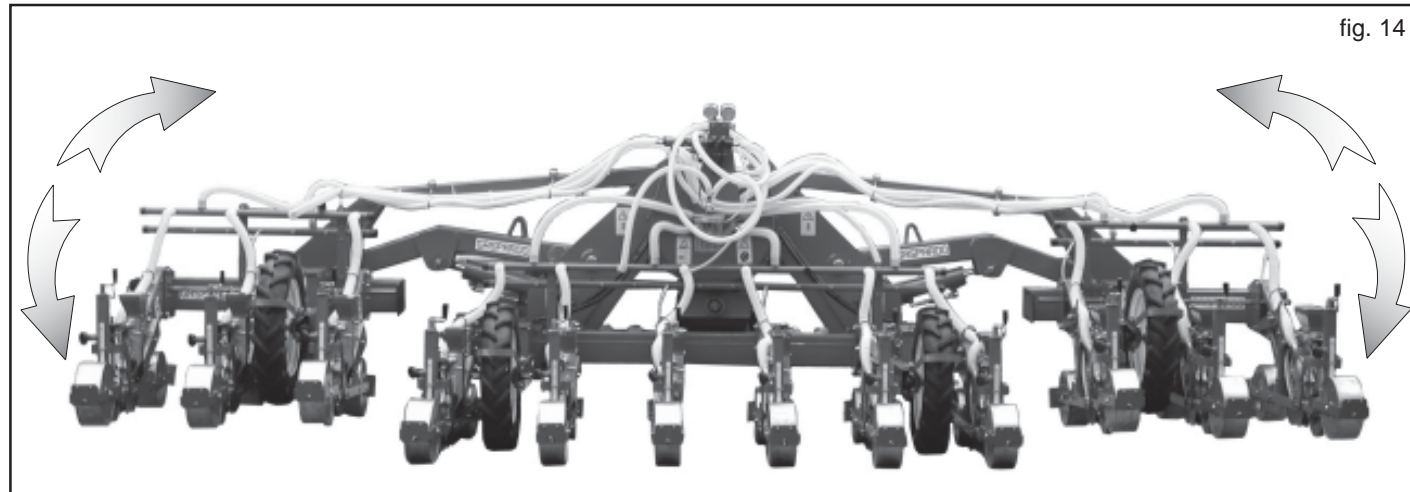
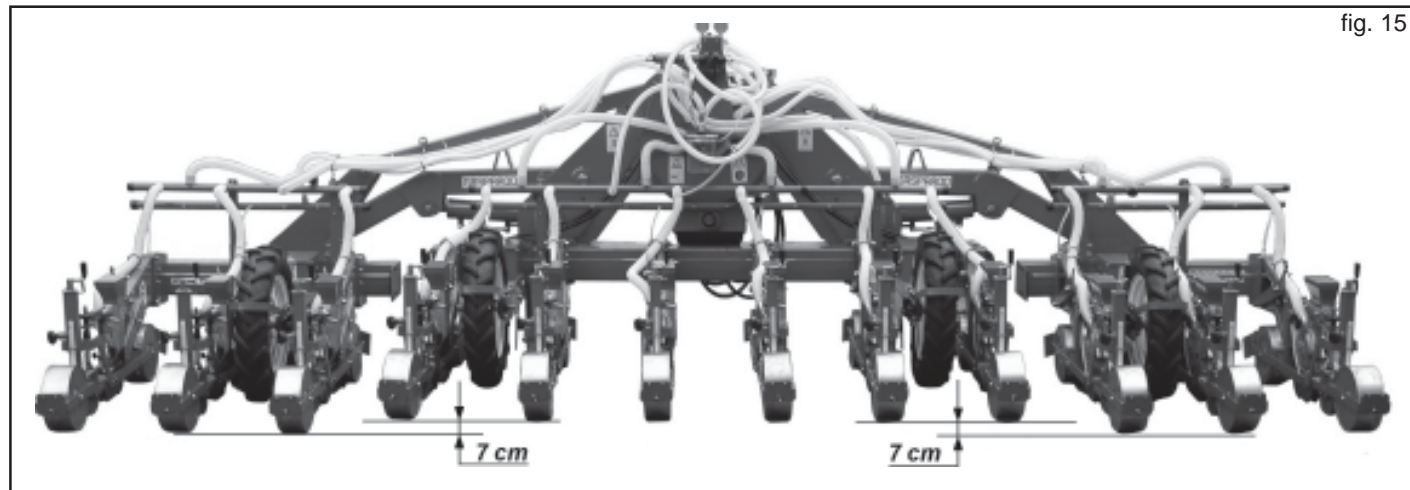

fig. 14
fig. 15
El bastidor de la máquina permite plegar, por medio de un sistema hidráulico, los extremos laterales (Fig. 14) en los que están situados los elementos de siembra, reduciendo el espacio ocupado en la carretera. Los componentes de la sembradora que se pliegan hidráulicamente son flotantes y permiten trabajar en terrenos irregulares. Las partes laterales del bastidor pueden bajar alrededor de 7 centímetros respecto de la parte central (Fig. 15).
- 6) Accione la instalación hidráulica para abrir el bastidor (Fig. 14), manteniendo la sembradora levantada del suelo.